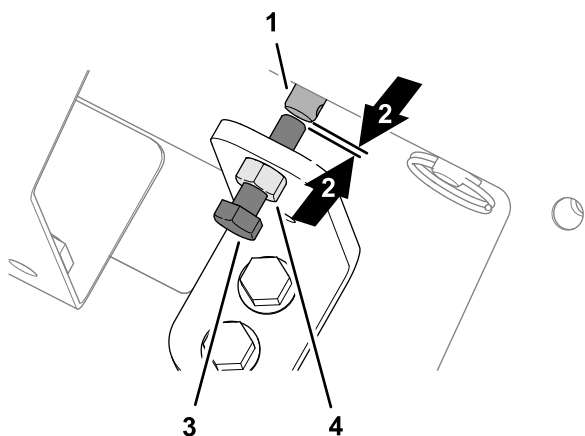

Рисунок 34
1. Ослабьте контргайку на кронштейне перехода на ручное управление (Рисунок 34).
2. Поверните винт с шестигранной головкой, предназначенный для ручного управления клапаном, против часовой стрелки так, чтобы появился небольшой зазор между концом винта и концом штока электромагнита управления скоростью движения транспортером (Рисунок 34).
3. Затяните контргайку (Рисунок 34).